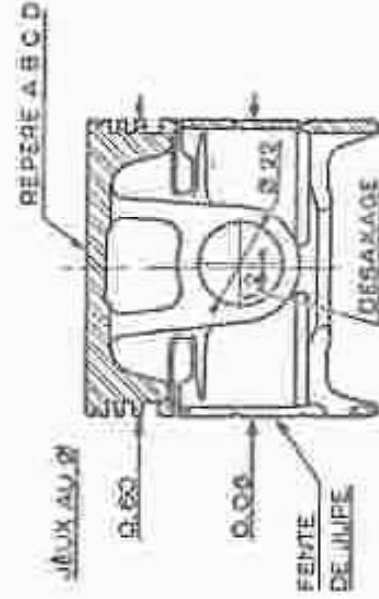

Fig. 14. - Jeu de montage du piston à axe déporté.
Les pistons se passent pas en son centre, mais # trouve décalé de 1,2 mm, à l'opposé de la fente de la jupe. Cette disposition contribue à réduire la tendance au balancement du piston et diminue les frottements latéraux. Un repère (AV), situé de fondée sur la jupe, indique l'orientation à donner obligatoirement au piston, lors de son montage (fig. 14 et 15).